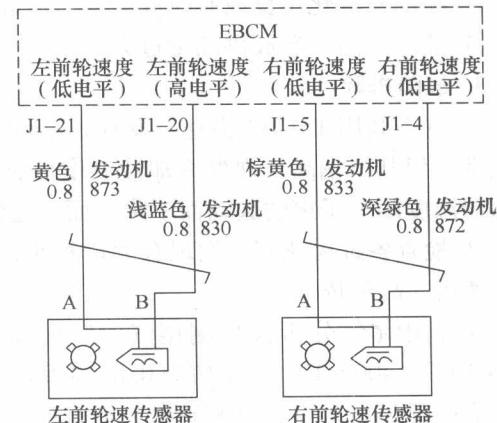

图 1-5 轮速传感器电路图
(6) 继续利用万用表测量轮速传感器插头的线束侧是否存在搭铁短路或对电源短路的故障，经用万用表测量发现，B 脚对应的深绿色线搭铁电阻为 1Ω ，A 脚棕黄色线搭铁电阻为无穷大，怀疑 B 号脚线路搭铁短路。
(7) 顺着该线束的走向查看线束有无磨破的现象。经过仔细检查，未见线束有磨损破皮的痕迹。既然线束没有搭铁短路的现象，那么 B 号脚对应线的搭铁电阻怎么会是 1Ω 呢？从相关电路图（图 1-5）上分析看，正确的阻值应该是无穷大。鉴于测量工具已经经过校准，可以确定没有问题，难道是测量的方法或测量的条件不满足？此时忽然想到，测量电阻的条件中有一条就是在被测电路中应该没有电源，即被测线路的两端都必须是断开的，如果不能确定被测线路的电源是否被完全隔绝，可以采用断开蓄电池接线的方法。
(8) 将 EBCM 端的线束插头 J1 断开，重新在 A、B 脚处测量搭铁电阻，此时线路搭铁电阻均为无穷大。根据测量结果，可以确定线路不存在搭铁短路的情况，再次测量也没有对电源短路现象，线束也不存在问题。
(9) 利用故障诊断仪 TECH2 能够对控制单元进行诊断，说明控制单元的电源与搭铁正常。EBCM 端与 J1-4、J1-5 对应的针脚也没有松动的迹象。考虑到线路断路也会导致 EBCM 接收不到轮速传感器的信号，于是测量 J1-4 与 #B、J1-5 与 #A 之间的导通性，测得电阻为 0.3Ω ，参数正常。但在测量时发现，J1-4 比其余的针脚明显凹陷。可能是 J1-4 脚缩针，导致 EBCM 不能获得右前轮轮速传感器的信号。
(10) 经过仔细检查发现，导致 J1-4 缩针的原因为固定该线束的塑料卡片失去弹性，不能有效地将其固定住。
(11) 将 J14 推回至合适的位置后，在其塑料卡子后用一合适的物体将其固定，这样 J1-4 就被牢牢地固定在了线束孔内。试车，故障排除。